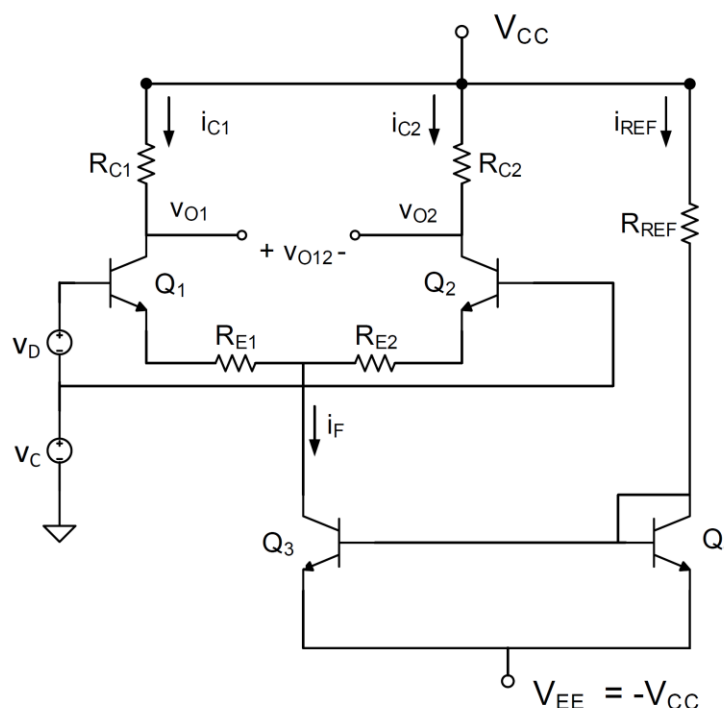

Figura 2: Par diferencial para simulação.
Simule com o LTSpice o funcionamento do par diferencial, utilizando o circuito da Figura 2. Considere os transístores CA3046 descritos pelo seguinte modelo:
No circuito da Figura 2 faça  $v_c=0$ .
No circuito da Figura 2 faça  $v_d=0$ .
- 4.8 No circuito da Figura 2 modifique os valores de  $R_{C1}$  e  $R_{C2}$  em 5% do seu valor nominal, para obter o valor máximo em  $v_{O12}$ . Com  $v_d=v_c=0$  registre o valor de  $v_{O12}$ . Faça um varrimento da tensão  $v_d$  entre -20mV e +20mV e obtenha o gráfico de  $v_{O12}$ . No gráfico assinale o valor correspondente a  $V_{OS}$ .